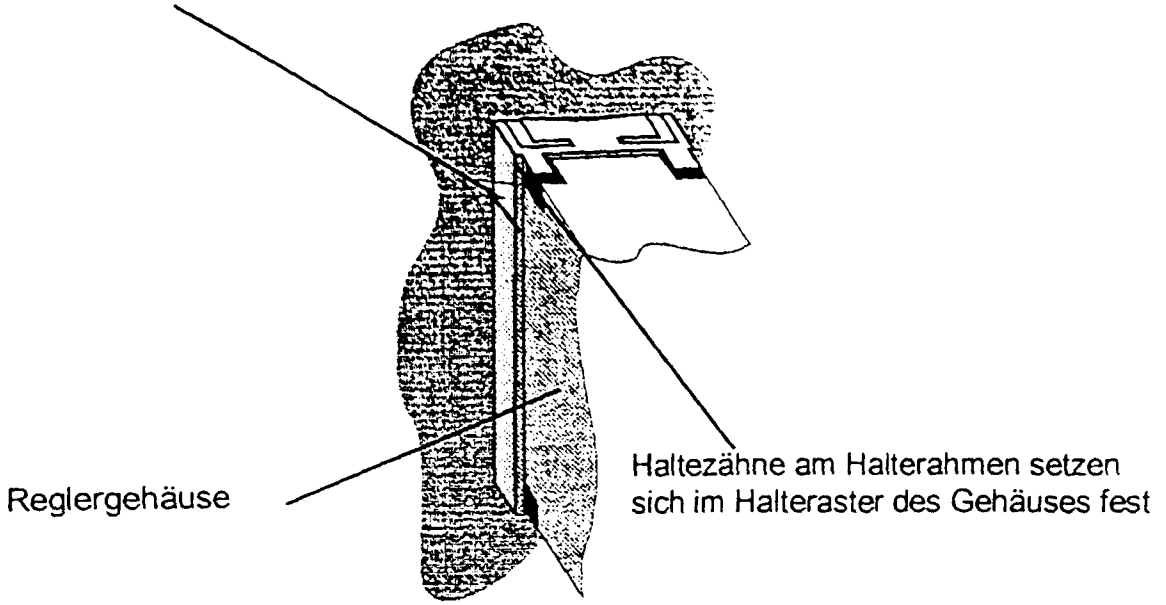
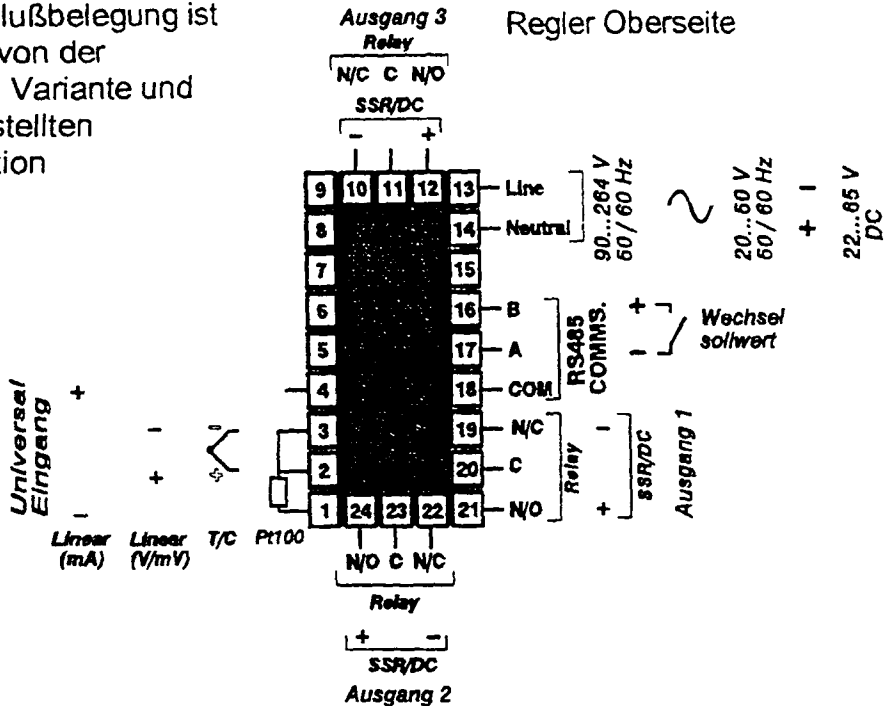

Abb.: 3-5 Schalttafeleinbau des Reglers
Abb.: 3-4 Elektrischer Anschluß
2. Schieben Sie den Halterahmen wie in Abbildung 3-4 gezeigt von der Rückseite über den Regler bis er die Rückseite der Schalttafel berührt. Haltezähne auf der Ober- und Unterseite des Halterahmens setzen sich im Halteraster der Geräte fest. Die Federn des Halterahmens müssen fest gegen die Rückseite der Schalttafel drücken.
Lineare Stromeingänge werden an den Klemmen 1 und 4 angeschlossen, wie in Abb.: 3-4 gezeigt. Lineare Spannungseingänge werden an den Klemmen 2 und 3 angeschlossen, wie in Abb.: 3-5 gezeigt. Einzelheiten der DC-Lineareingangsbereiche entnehmen Sie bitte dem Anhang A.
Ist diese Option eingerichtet, erfolgt die Umschaltung über einen potentialfreien Kontakt an den Klemmen 16 und 17 oder über ein Logiksignal (Abb.: 3-5). Genaue Spezifikation ersehen Sie aus Anhang B. Die Funktion ist: